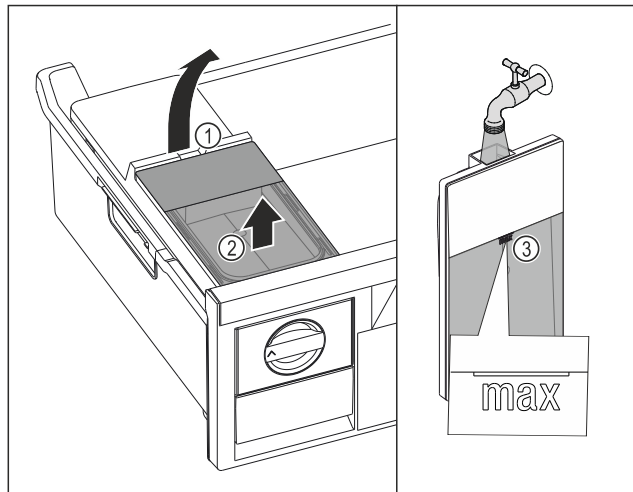

Fig. 98
- ▶ Поднимите бак для воды за выемку Fig. 98 (1).
- ▶ Извлеките бак для воды движением вверх Fig. 98 (2).
- ▶ Наполните бак для воды питьевой водой до отметки Fig. 98 (3).